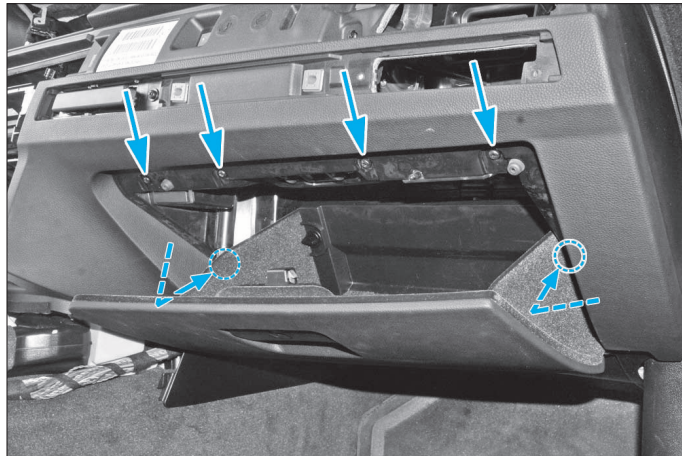

FIG. 24
• Déposer les 6 vis de fixation de la boîte à gants (Fig.24), l'extraire partiellement afin de débrancher les connecteurs et/ou câbles attenants et la déposer.